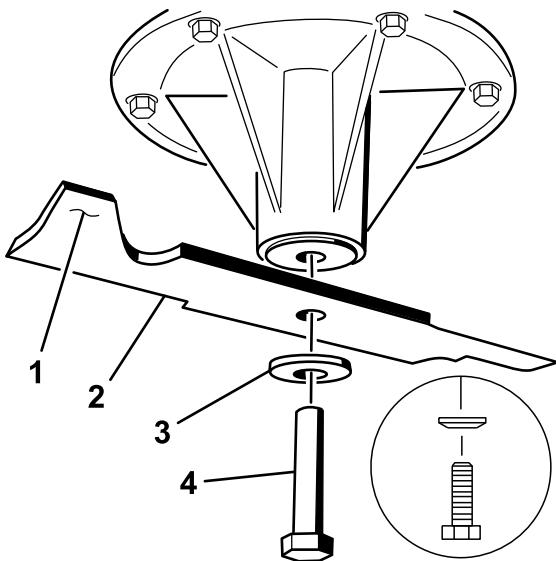

Bild 105
1. Setzen Sie das Messer auf die Spindelwelle (Bild 105).
2. Setzen Sie die Federscheibe und die Messerschraube ein (Bild 105).
**Hinweis:** Der Konus der Federscheibe muss bei der Installation in Richtung Schraubenkopf zeigen (Bild 105).